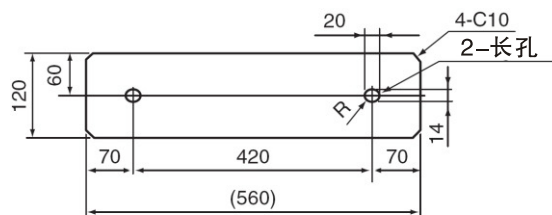

图4.10 框架和底座安装
- (7) 室外机的整个底座要安装在基础上，当采用防震垫时，防震垫也要同样固定在基础上。当采用现场提供的框架安装室外机时，要使用金属板加宽固定底座，如图4.10所示。